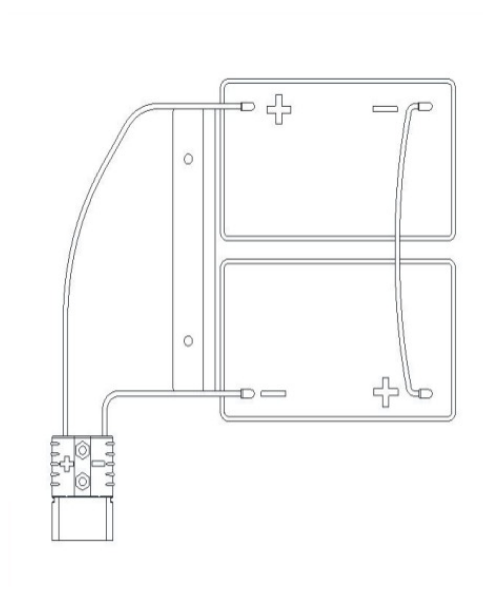

FIG. 3 — Ligação das baterias
NOTA: A máquina necessita de duas baterias de 12 V ligadas em série ou de uma bateria de lítio de 24 V. Efetue a cablagem conforme a FIG. 3. O alojamento admite baterias até 590 x 390 x 350 mm.
- 4) Efetue a cablagem conforme indicado na FIG. 3 e aperte o parafuso de bloqueio da bateria.